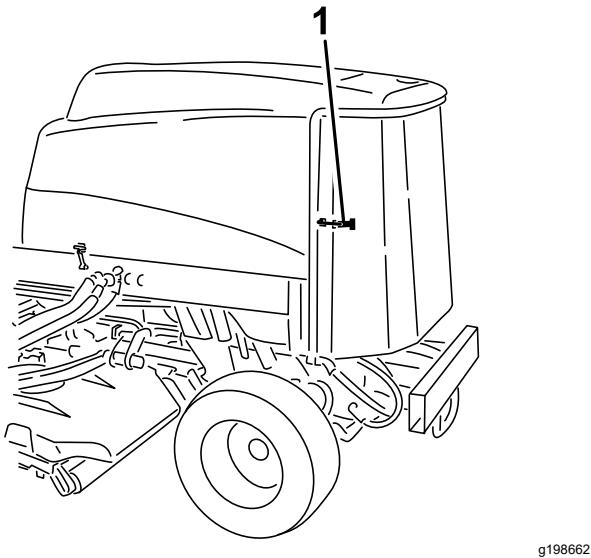

Bild 85
3. Entriegeln und schwenken Sie das hintere Gitter in die geöffnete Stellung (Bild 85).